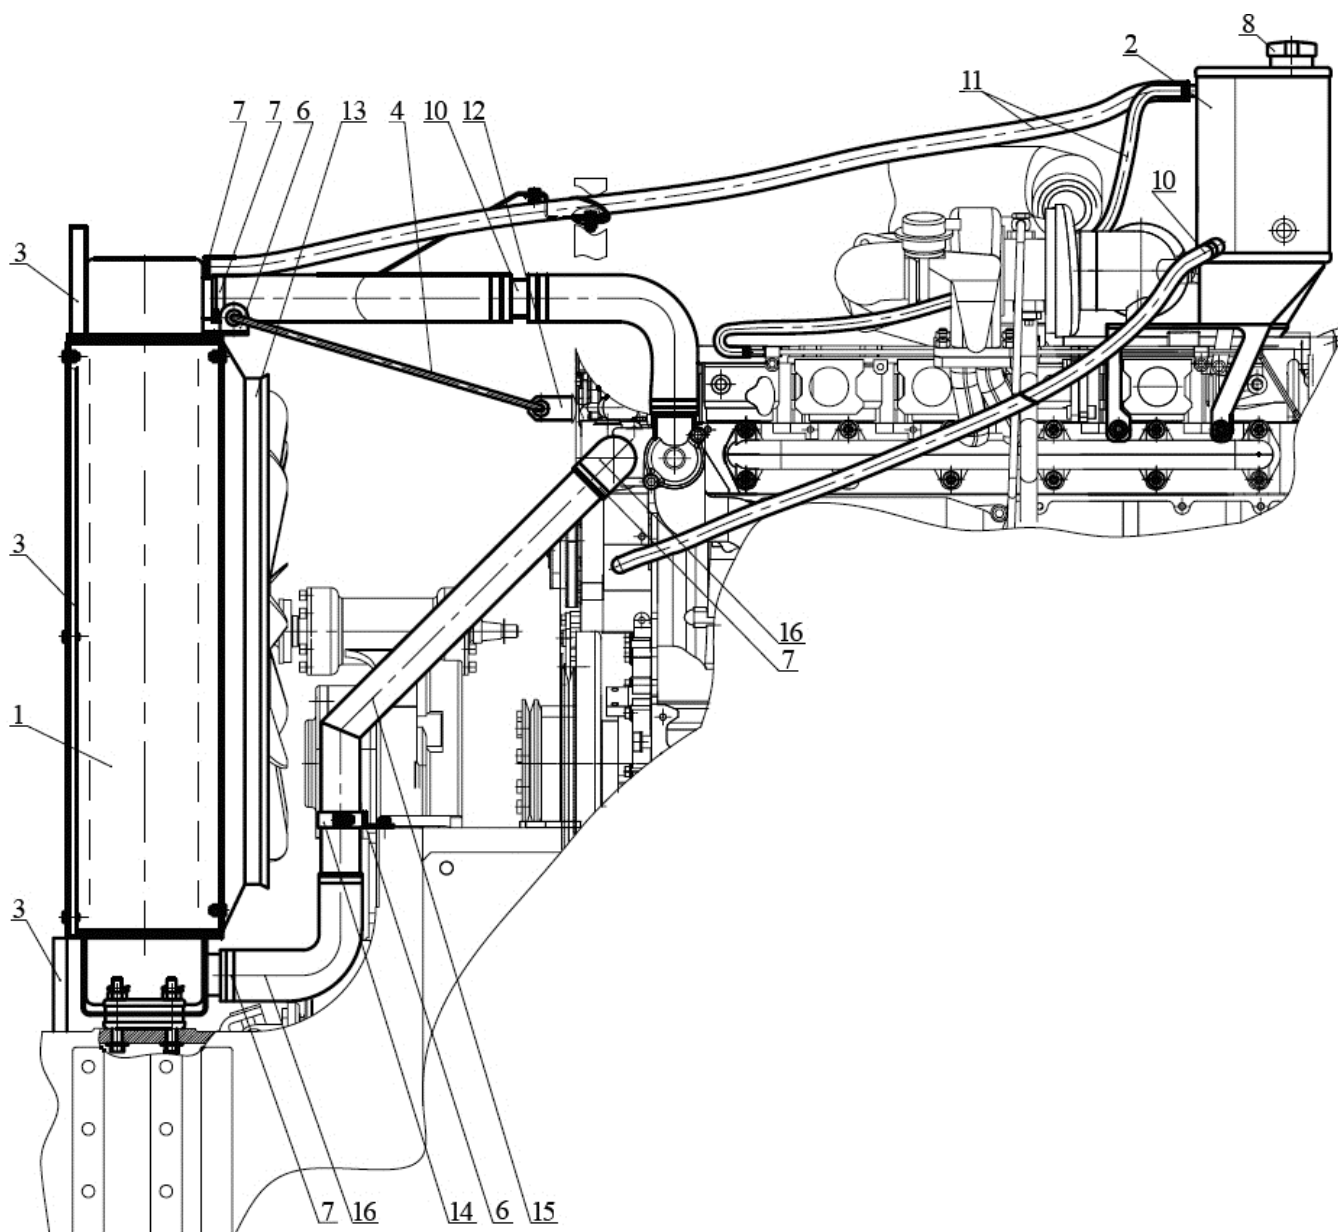

Рис.3.25 Блок охлаждения.
- 2) расшплинтуйте растяжки (4), (рисунок 3.25), со стороны водяного радиатора (1) и извлеките их из амортизаторов в кронштейнах (6);
- 3) разожмите хомуты (7), (рисунок 3.25), шлангов и патрубков (11), (16) и отсоедините их от радиатора;
- 4) вывинтите болты крепления кожуха вентилятора (13), (рисунок 3.25), и сместите его к вентилятору;
- 5) снимите уплотнения радиатора (3), (рисунок 3.25);